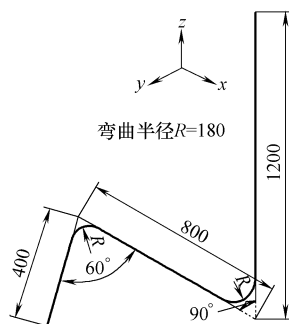

图 2-1
1. 图 2-1 所示为用 $\phi 60\text{mm} \times 3\text{mm}$ 无缝管弯制的管路，计算其展开长度和质量（ $\phi 60\text{mm} \times 3\text{mm}$ 无缝管单位长度质量为 4.22kg/m ）。